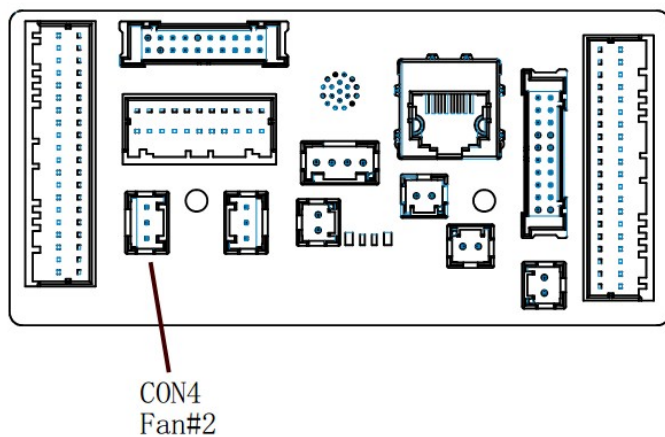

图 5-9 控制卡风扇接头位置
- 步骤4** 在接口面板上找到“CON4 Fan#2”接头，如图 5-9 所示，并拔出接头。